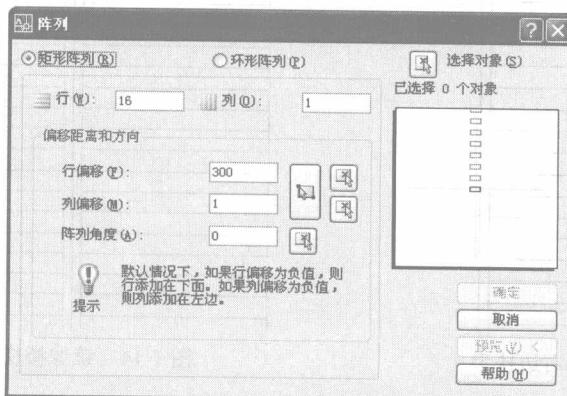

图 1-11 “阵列”对话框
- (1) 单击“修改”工具栏中的“阵列”命令按钮，弹出如图 1-11 所示的“阵列”对话框。